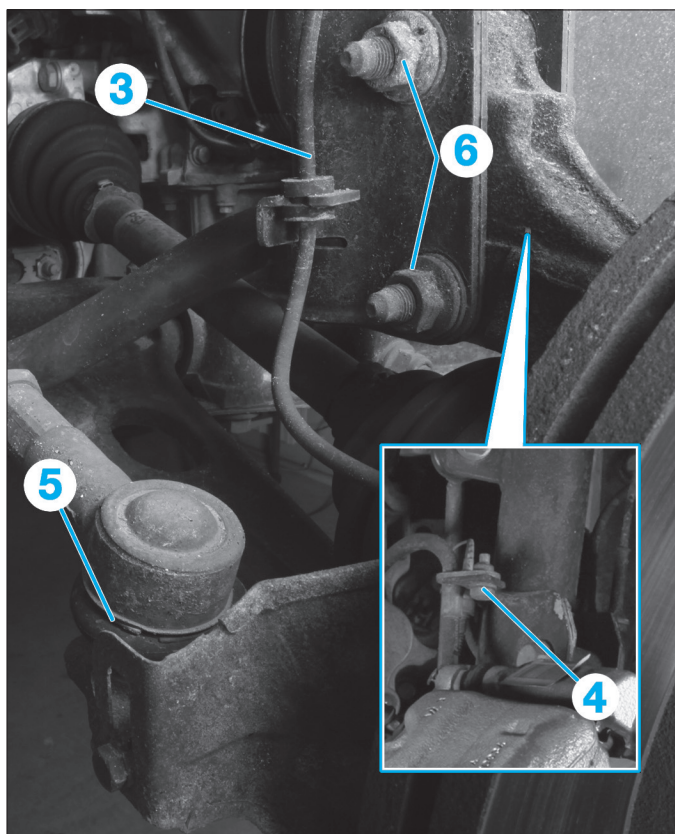

Fig. 3
- Dégrafer le faisceau (3) du capteur de roue.
- la vis (4) et écarter le flexible de frein,
- l'écrou de la rotule (5) de direction.
- Déposer les 2 écrous (6) puis les boulons (Fig.3).